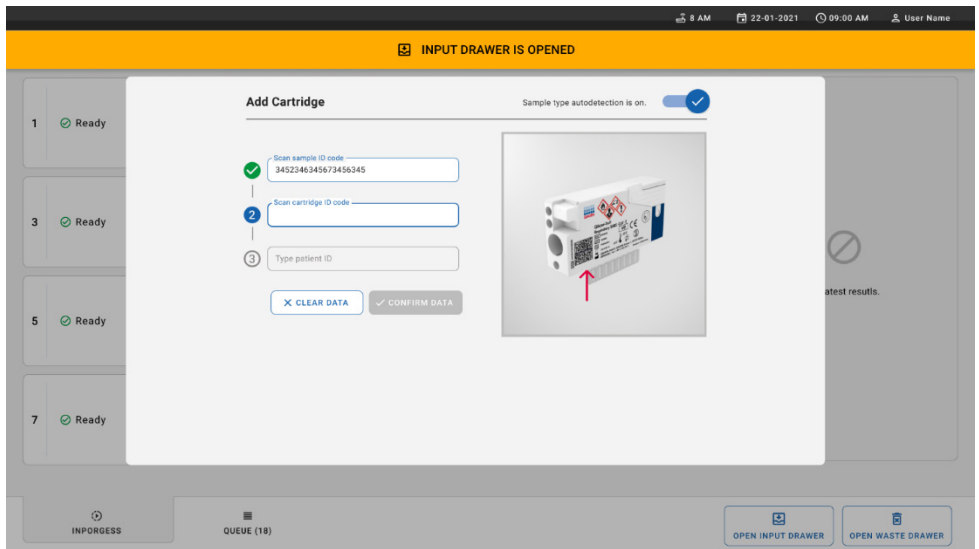
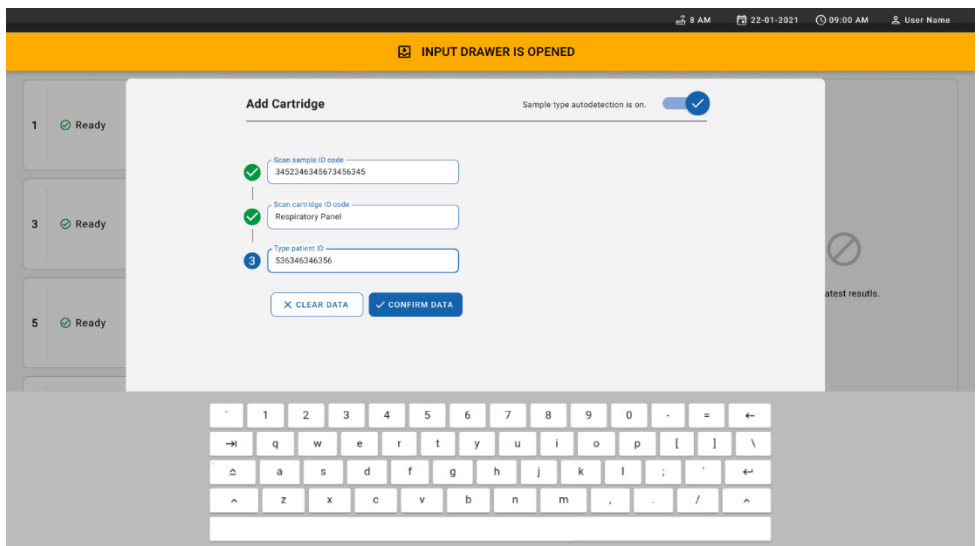

Figura 25. Digitando o ID do paciente.
Figura 26. Digite o ID do paciente e depois pressione Confirm Data (Confirmar dados)
10. Digite o ID do paciente (o Patient ID [ID do paciente] deve estar definido como **on** [ligado]) (Figura 25) e, em seguida, confirme os dados (Figura 26).